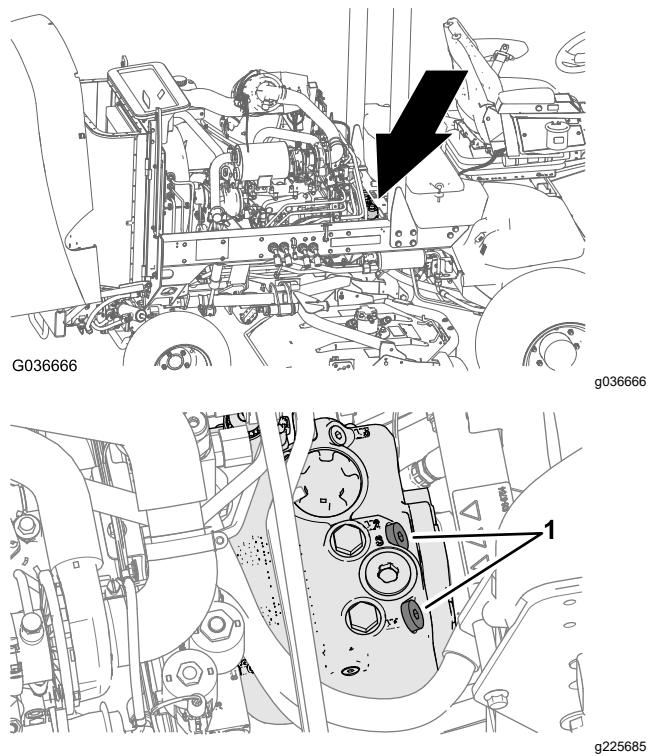

Figura 28
1. Abra o capot e localize as válvulas de distribuição (Figura 28) na parte superior da bomba, por detrás das caixas da bateria e de armazenamento.